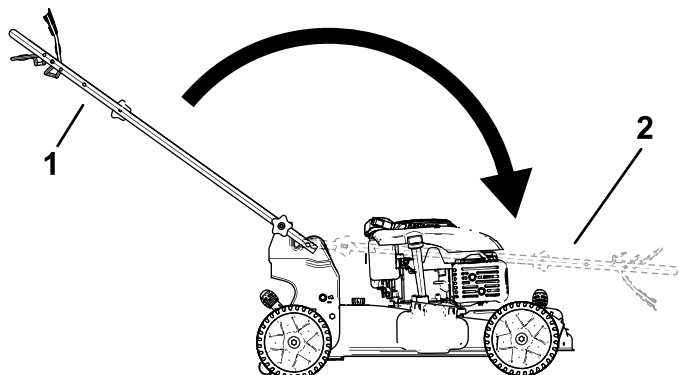

Figura 24
2. Doble el manillar girándolo hacia adelante (Figura 24).